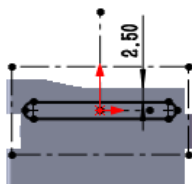

图 14.4.25 编辑草图
(4) 编辑草图，如图 14.4.25 所示。退出草图环境，完成成形特征 1 的创建。